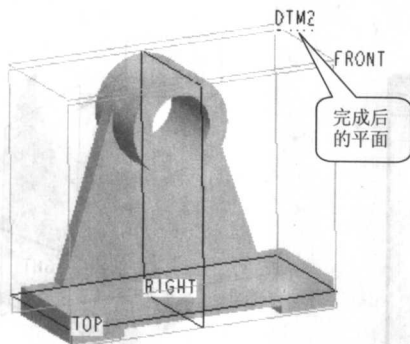

图 1-18 完成后的参考平面 DTM2
(1) 使用和步骤 4 中类似的方法, 创建辅助平面 DTM2。在工具栏中单击  按钮, 选取 TOP 平面为参考平面, 在偏距文本框内输入偏移距离为 81, 完成后的参考平面如图 1-18 所示。